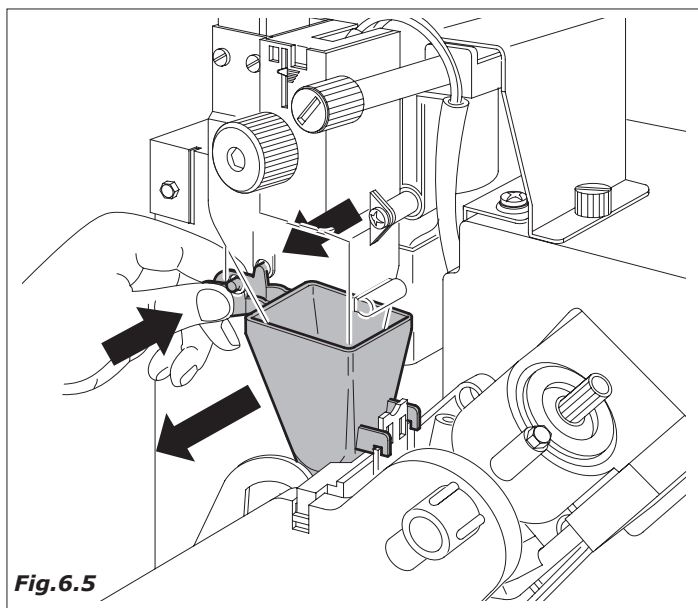

Fig. 6.5
- scivolo e imbuto caffè (Fig.6.5)